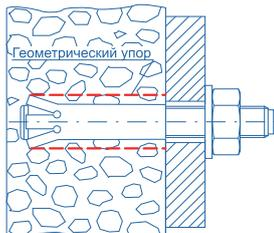

Рис. 10
- Анкеровка формой (рис. 10) — распорная зона анкера принимает форму отверстия. Нераспорная анкеровка.